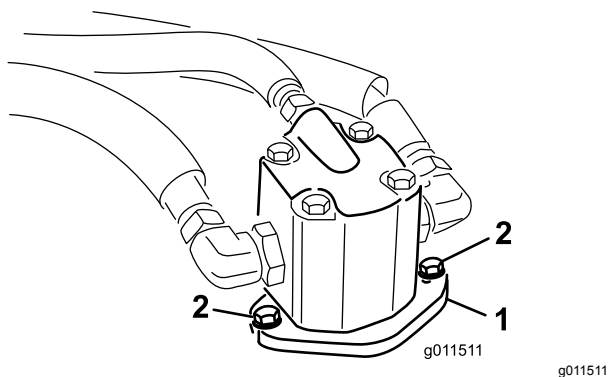

Figura 100
4. Retire los pernos que sujetan el motor hidráulico a la carcasa de corte (Figura 100).